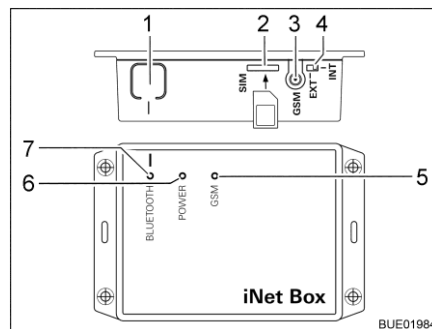

Fig. 240 Truma iNet-Box
- Pulsar la tecla BLUETOOTH (Fig. 240,1) en la iNet-Box por 1 segundo. La Truma iNet-Box estará visible por aprox. 2 minutos en el terminal móvil (nombre: "Truma iNet-Box"). Durante este intervalo, el LED BLUETOOTH azul (Fig. 240,7) estará parpadeando.
- Insertar la tarjeta mini SIM con número de teléfono propio y suficiente crédito cuidadosamente en la ranura (Fig. 240,2) de la Truma iNet-Box del modo mostrado hasta que engatille. El LED GSM rojo (Fig. 240,5) deberá parpadear de manera permanente. Si el LED rojo se apaga después de 20 segundos: Controlar la tarjeta mini SIM.